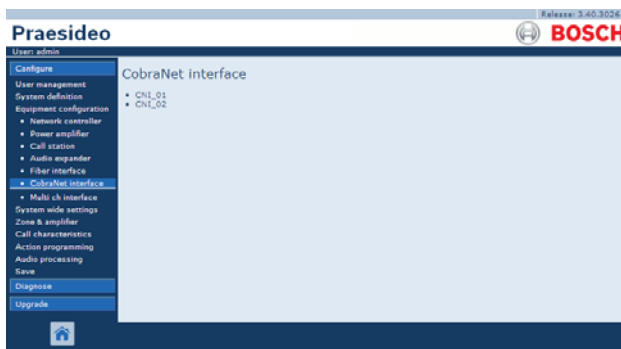

рисунок 44.38: Конфигурирование интерфейса CobraNet, шаг 1
- 1 Перейдите *Configure > Equipment configuration > CobraNet interface*. В основной части веб-интерфейса откроется экран, подобный экрану, приведенному на рисунок 44.38.